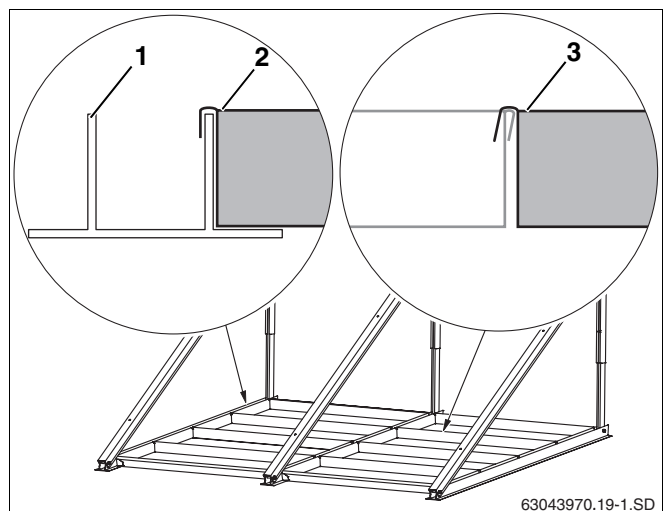

Fig. 27 4 bacs de charge par capteur
- Poser les bacs de lest (fig. 27, **pos. 2**) dans les profilés inférieurs (fig. 27, **pos. 1**) et les uns dans les autres (fig. 27, **pos. 3**).